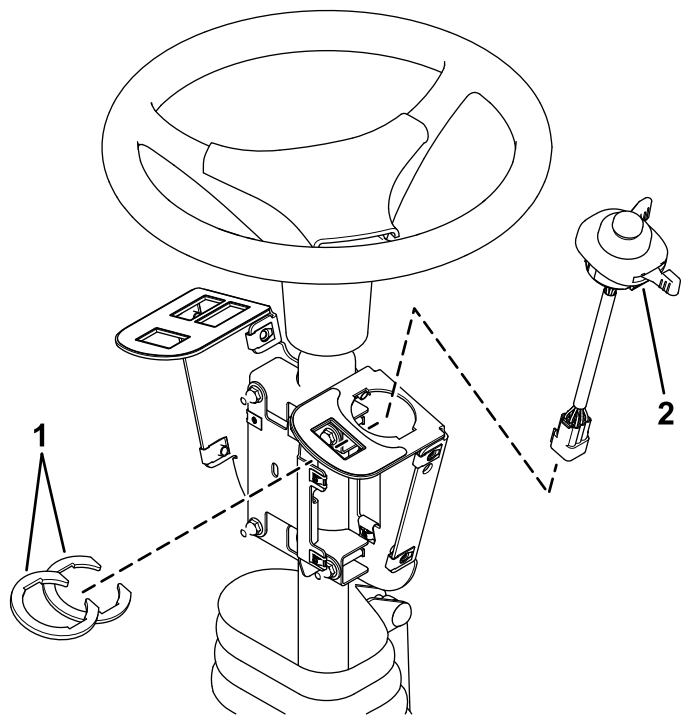

Figur 4
1. Montera kopplingsfästet löst runt styrkolonnen med hjälp av fyra vagnsskruvar (1/4 x 2 tum), två monteringsfästen, säkringens monteringsplatta och fyra låsmutter (1/4 tum) enligt Figur 4.